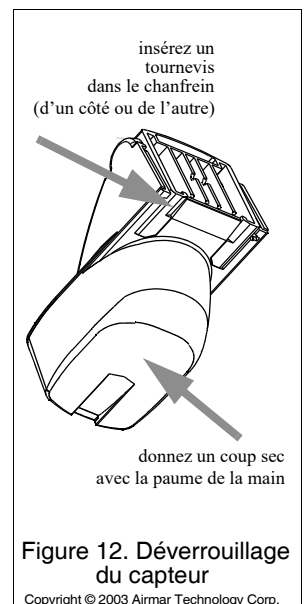

Figure 12. Déverrouillage du capteur
2. Vérifiez que la protubérance du coin inférieur gauche du capteur se situe à 3 mm (1/8") en dessous du dessous de la coque (Figure 12).
- b. Augmentez la profondeur d'immersion du capteur par étapes successives de 3 mm (1/8") (Figure 12).
1. Si un trou doit être percé dans le tableau arrière, sélectionnez un emplacement **bien au-dessus de la ligne de flottaison** (Figure 12). Vérifiez l'absence d'obstructions telles que volets